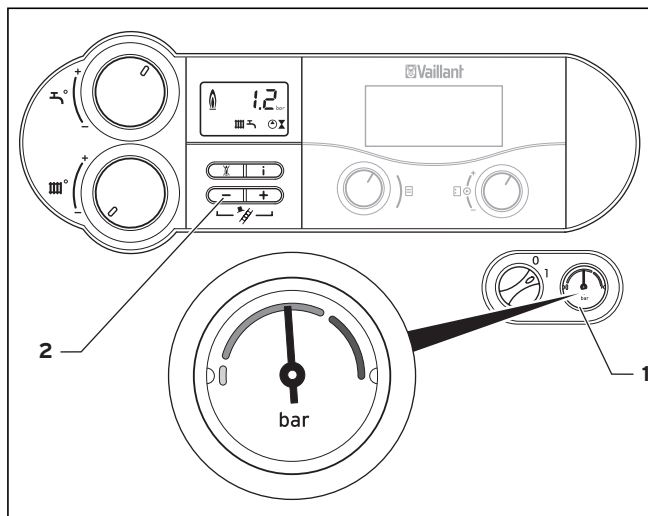

Fig. 6.1 Verificarea presiunii de umplere a instalației de încălzire
Pentru o funcționare ireproșabilă a instalației de încălzire manometrul (1) trebuie să stea la jumătatea superioară a domeniului gri închis atunci când instalația este rece (vezi Fig. 6.1). Aceasta corespunde unei presiuni de umplere între 1,0 și 2,0 bar. Dacă instalația de încălzire se extinde pe mai multe etaje, atunci pot fi necesare valori mai ridicate pentru presiunea apei din instalație (evitarea intrării aerului).